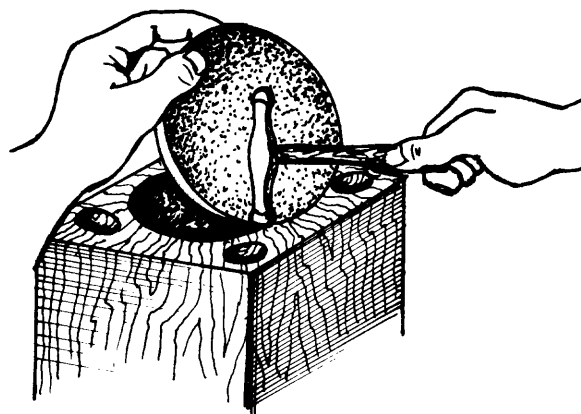

Fig. 2
- ___ c Continúe golpeando en la forma indicada hasta alcanzar una iniciación uniforme del repujado (fig. 2).